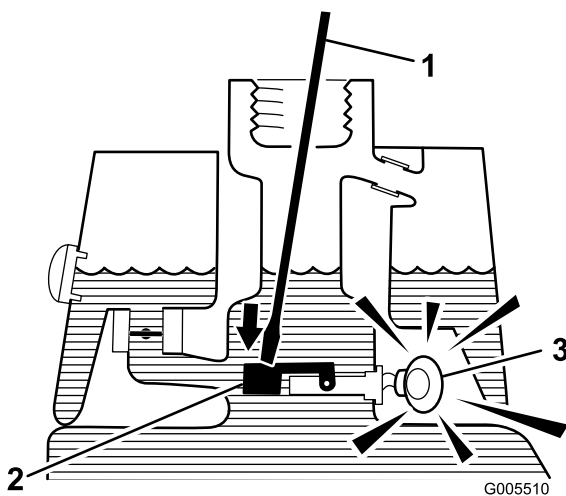

Figura 31
3. Insira uma barra ou uma chave de parafusos no bocal do depósito e empurre com cuidado o comutador de bóia (Figura 31). O alarme deverá ser activado ao fim do período de desfaseamento de um segundo.